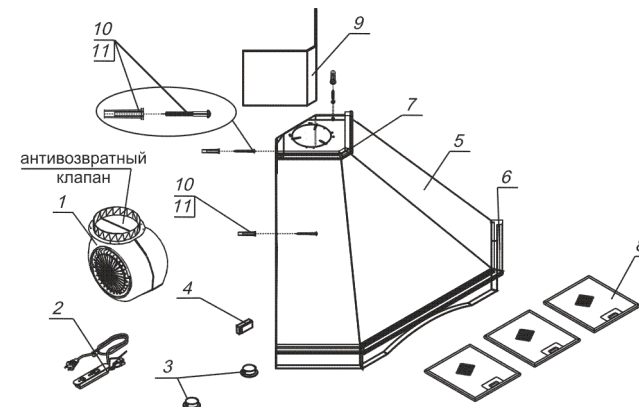

рис. 3
6.1 Прежде чем навесить кухонную вытяжку, необходимо верхнее деревянное обрамление (поз. 7, рис. 3) приклеить к корпусу вытяжки (поз. 5, рис. 3). Снимите защитную полосу с двухсторонней самоклеящейся ленты, которая наклеена на обрамлении, затем приклейте его к корпусу вытяжки.
- просверлите по шаблону четыре отверстия для установки дюбелей Ф8x40 мм и забейте их (рис.3, поз.10);